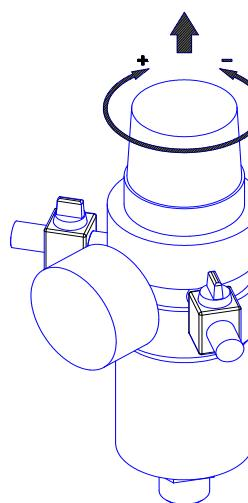

Рисунок 6
7.3.1 Настройка давления в подсоединеных пневматических инструментах регулятором давления (при его наличии) осуществляется следующим образом (см. рисунок 6):